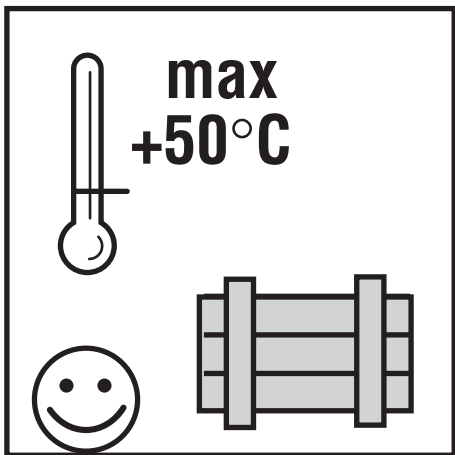

Fig.: 7
- No exponer el motor a más de 50° C, puesto que ello podría conllevar escapes del líquido refrigerante del motor (Fig.: 7)